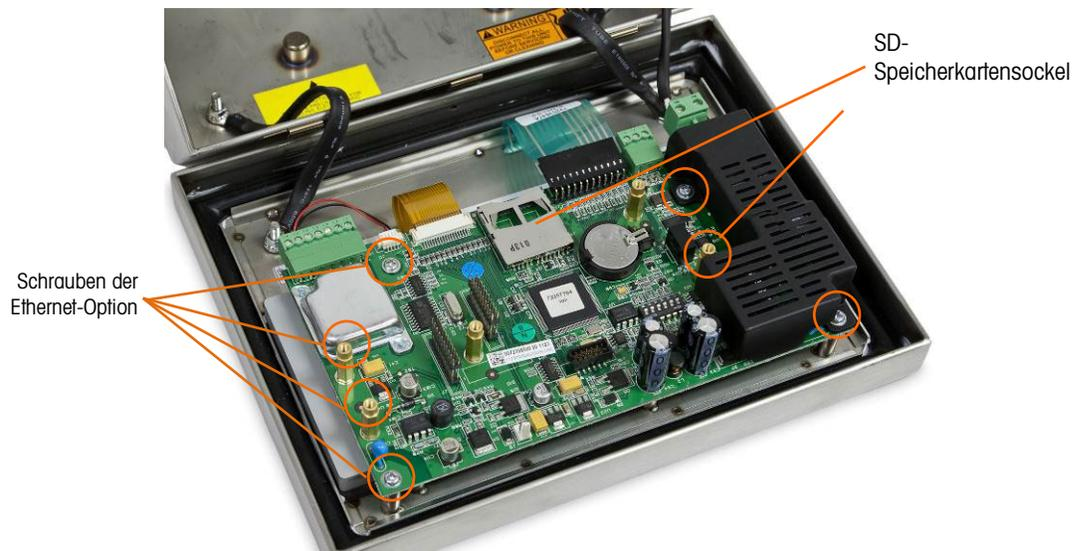

Abbildung 5-14: Montageschrauben für Hauptplatine
4. Schrauben Sie die vier Schrauben, mit denen die Hauptplatine am Gehäuse befestigt ist, ab. Die entsprechenden Positionen sind in Abbildung 5-14 durch Kreise markiert. Falls die Ethernet-Option installiert war, wird eine der Schrauben durch ein Sechskant-Abstandsstück ersetzt. Verwenden Sie einen 6-mm-Steckschlüssel oder einen Flachkopfschraubendreher, um das Sechskant-Abstandsstück von der angegebenen Position zu entfernen.
6. Wenn eine SD-Speicherkarte installiert ist, drücken Sie darauf, um die Karte aus dem Sockel zu lösen. Nehmen Sie die Karte heraus und bewahren Sie sie für den Einbau in die Ersatzhauptplatine auf. Die Position des SD-Speicherkartensteckplatzes entnehmen Sie Abbildung 5-9 oder Abbildung 5-14.
2. Positionieren Sie die Hauptplatine über den vier Schraubenlöchern im Terminal-Gehäuse, die in Abbildung 5-14 dargestellt sind.
3. Befestigen Sie sie mit den vier Schrauben. Hinweis: Falls die Ethernet-Option verwendet werden soll, muss eine der Schrauben durch ein Sechskant-Abstandsstück ersetzt werden. Die Position des Sechskant-Abstandsstücks entnehmen Sie Abbildung 5-14.